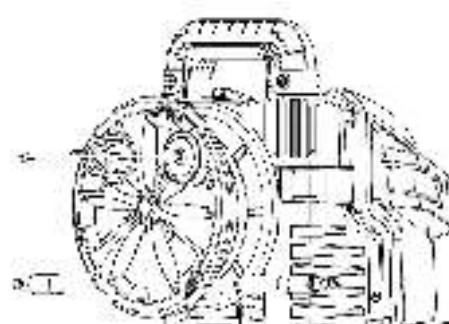

Рис. 2 Установка ручки барабана
- Установите ручку барабана и закрепите ее винтом (Рис. 2).